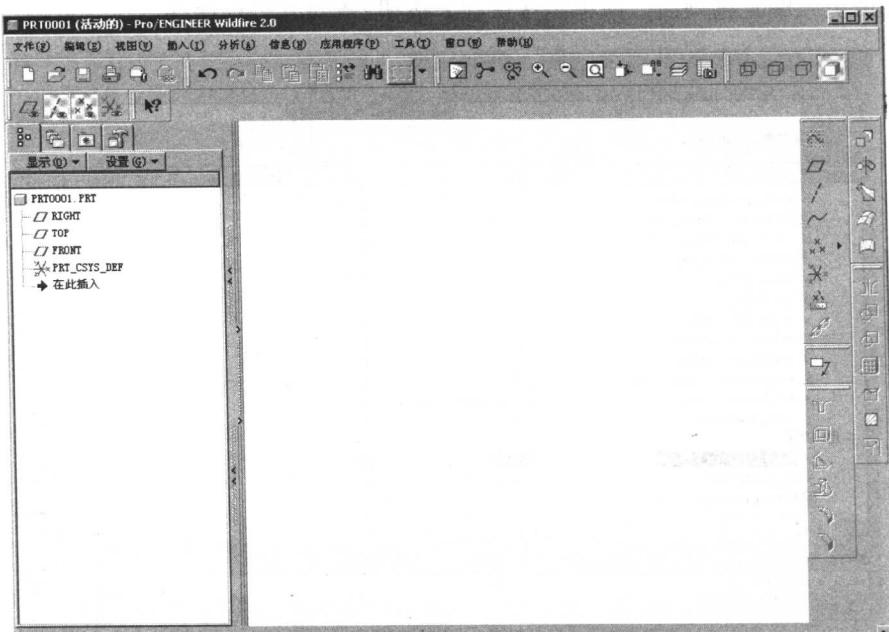

图 0.6 更改设置后的界面
- (3) 单击【确定】按钮，即可改变绘图区背景为白色、模型线框颜色为黑色，如图 0.6 所示。